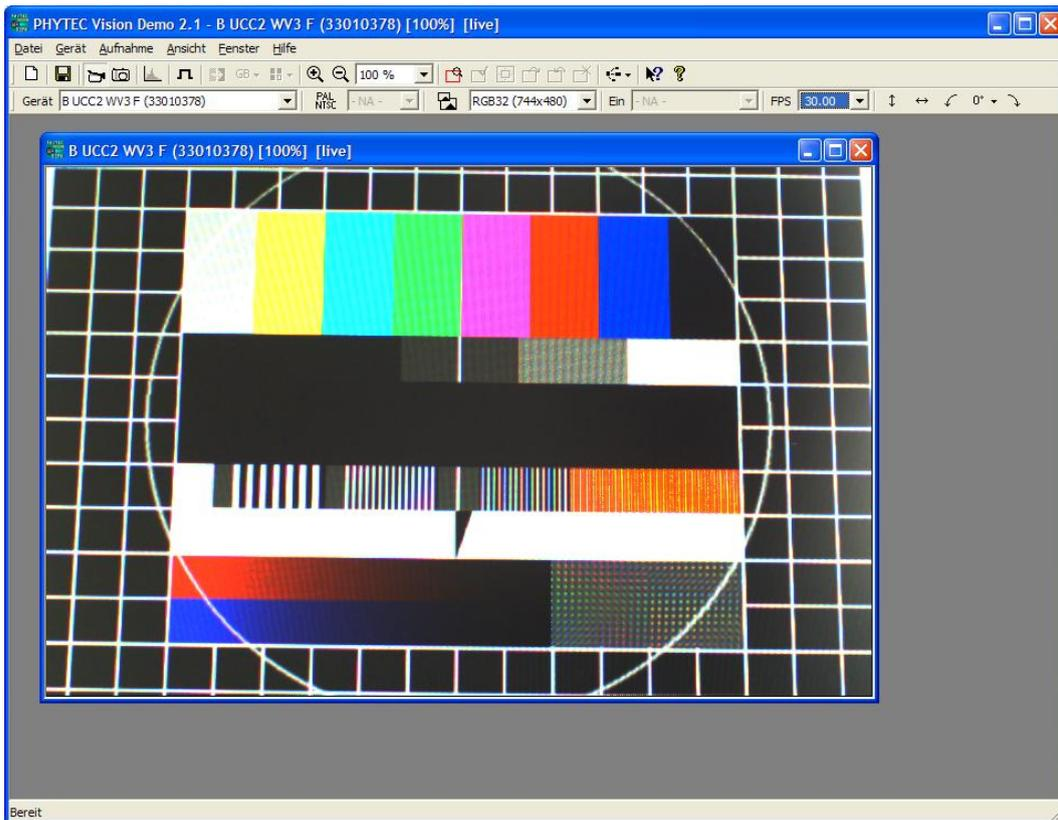

Bild 22: PHYTEC Vision Demo – Live View-Funktion aktiviert
- Im Programmfenster erscheint nun ein Live-Bild (*Bild 22*)